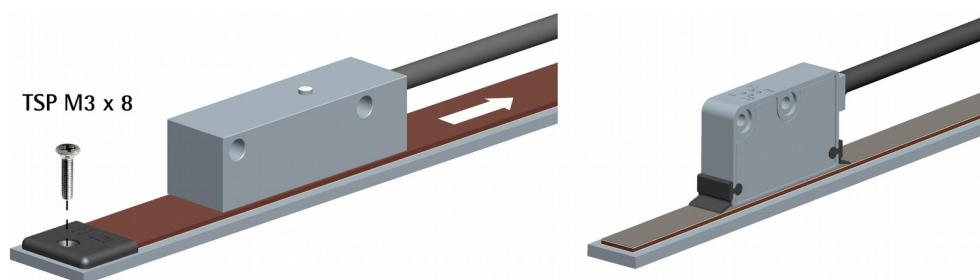
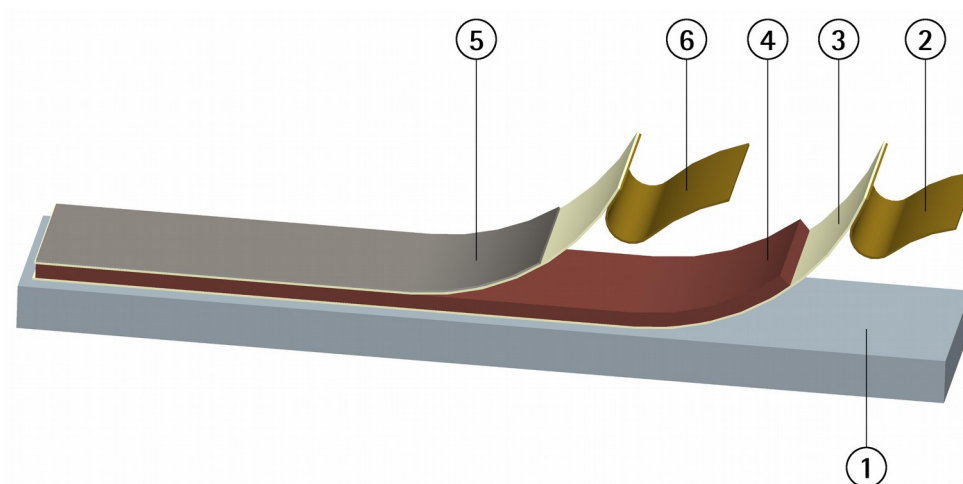

Figura 1 - Montaggio della banda con biadesivo
Figura 2 - Montaggio della banda magnetica
La banda è spedita avvolta in bobine con la superficie magnetizzata rivolta verso l'interno. L'eventuale copribanda è spedito separatamente e deve essere incollato alla banda a cura del cliente secondo le modalità descritte in questo manuale (si veda la sezione "3.8 Montaggio del copribanda (Figura 2)" a pagina 25).
3.7.1 Fissaggio con biadesivo (Figura 1 e Figura 2)
- se fornito, montare il copribanda **5** come descritto nella sezione "3.8 Montaggio del copribanda (Figura 2)" a pagina 25.
- Installare la banda magnetica come descritto nella sezione "3.7.1 Fissaggio con biadesivo (Figura 1 e Figura 2)" a pagina 18;
Nel caso di lettura sulla superficie esterna dell'arco o della circonferenza il raggio di curvatura non dovrà essere inferiore a 100 mm per MT; e inferiore a 75 mm per MTLA. Nel caso invece di lettura sulla superficie interna dell'arco o della circonferenza il raggio di curvatura minimo sarà di 50 mm (solo per MT). Provvedere al fissaggio della banda come descritto per le applicazioni lineari alla sezione "3.7.1 Fissaggio con biadesivo (Figura 1 e Figura 2)" a pagina 18.
3.8 Montaggio del copribanda (Figura 2)